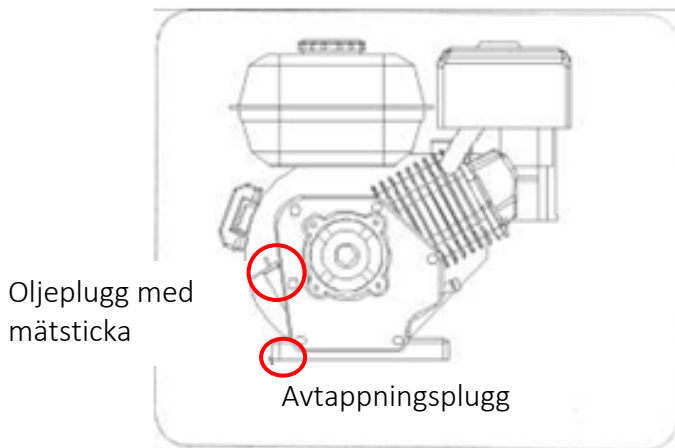

Fig. 28
2. Skruva loss oljepluggen med oljestickan och torka av oljestickan. Se bild 28.
1. Leta reda på oljeavtappningspluggen, se bild 28.
3. Rengör området runt oljeavtappningspluggen, se bild 28.